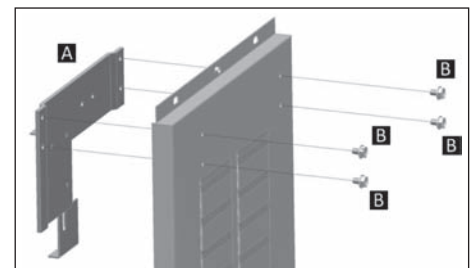

Figure 5.
Attach the mechanical interlock assembly with four (B) mounting screws according to Figure 5 by installing screws from the back side of the trim/door.
Attacher le système de verrou mécanique avec quatre vis de fixation (B) posées depuis la face arrière du panneau d'habillage/de porte comme sur la Figure 5.
Attach the mechanical interlock assembly with four **(B)** mounting screws according to **Figure 5** by installing screws from the back side of the trim/door.
Attacher le système de verrou mécanique avec quatre vis de fixation **(B)** posées depuis la face arrière du panneau d'habillage/de porte comme sur la **Figure 5**.